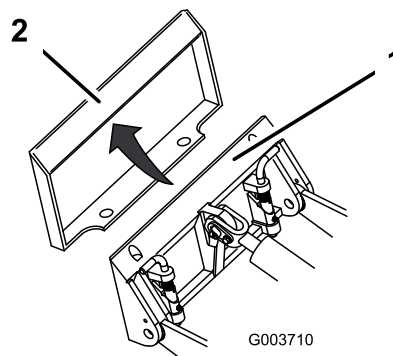

Figura 16
4. Posizionate la piastra di appoggio sul bordo superiore della piastra ricevente dell'accessorio (Figura 16).